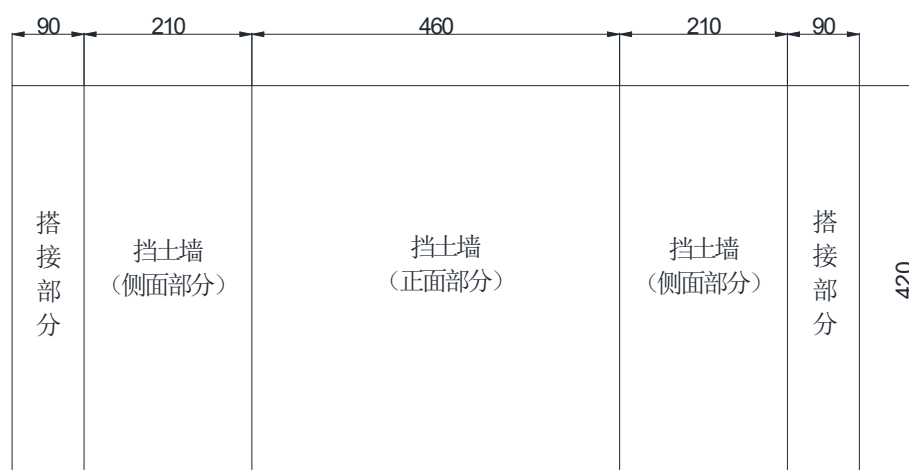

图3 挡土墙面板尺寸图（单位：mm）
挡土墙体和加筋体材料及连接用胶带统一由主办方提供。挡土墙墙体材质为白卡纸（双面白卡纸，型号：250g，787mm×1092mm），具体尺寸如图3所示（图3中“搭接”部分为墙体与模型箱的搭接部分）。加筋体材质为牛皮纸（型号：120g，787mm×1092mm），数量和尺寸由各参赛队自行设计。连接用胶带为得力牌透明文具胶带（型号：宽12mm，材质厚度38 μ m）。
- 挡土墙应按图 3 所示尺寸进行制作，尺寸偏差不应超过 5mm。挡土墙前面板和两侧墙面板（含图 3 中的“搭接”部分）必须形成一个整体。